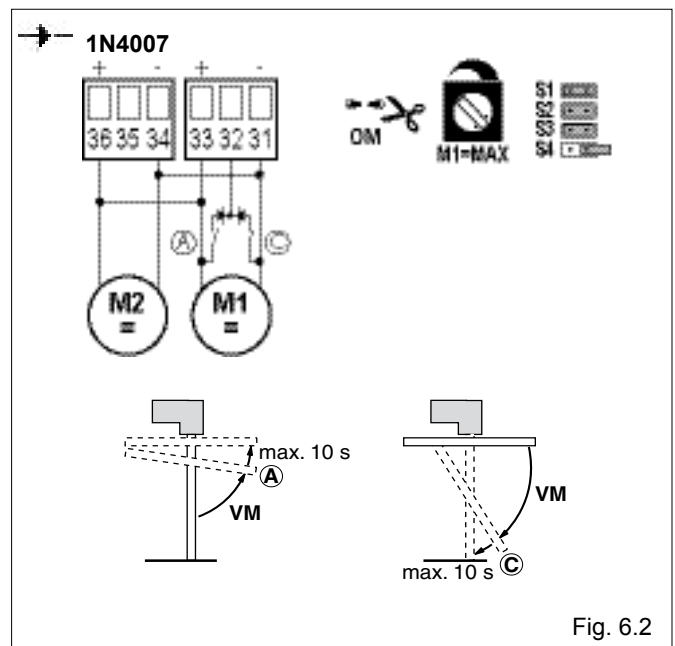

Fig. 6.2
- (Fig.6.2) **Gebruik met vertragingseindeloop schakelaars**